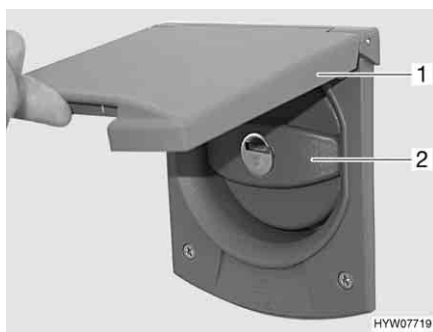

Fig. 195 Coperchio per bocchettone di riempimento dell'acqua potabile
- Aprire la serratura e girare verso l'alto lo sportello esterno (Fig. 195,1) (vedi capitolo 6).
- Ruotare il coperchio blu (Fig. 195,2) in senso antiorario di un quarto di giro.